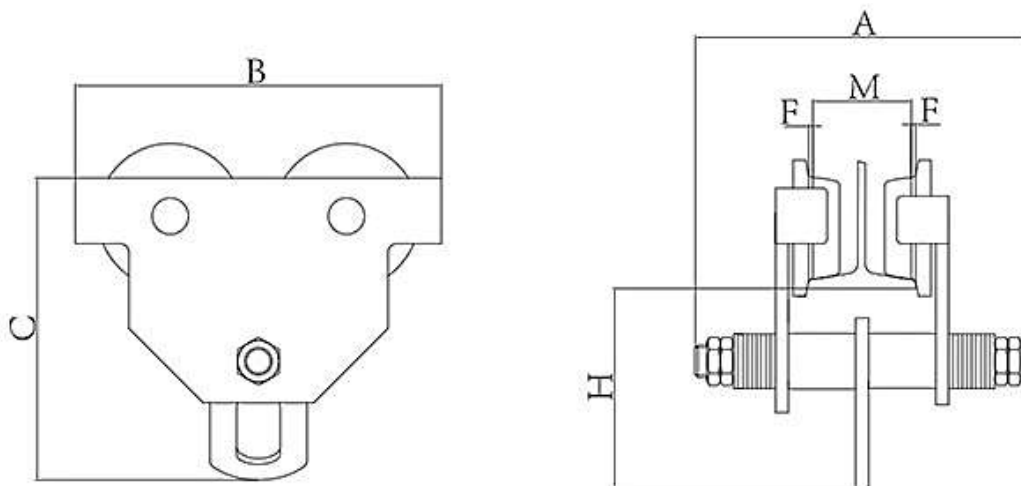

Рисунок 1. Габаритные размеры тележка холостая для тали тип А.
Механическая тележка (см. Рис.1) состоит из левой пластины (10), правой пластины (7), подвесного пальца (6), подвесной пластины (8), маховика ручной подачи (3), вала (4) и др. Обычная тележка (см. Рис. 2) состоит из левой пластины (10), правой пластины (7), подвесного пальца (6), подвесной пластины (8) и др. Колеса (1) установлены на левой и правой пластинах. Подвесной палец, проходящий через левую и правую пластины и подвесную пластину, на которой подвешены лебедки, замкнут гайками (12).